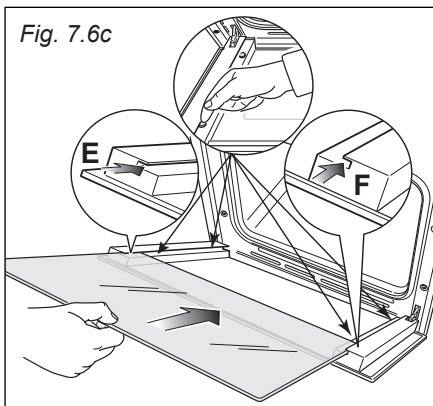

Fig. 7.6c
- Insérez la vitre dans les rails de guidage "E", et "F", (fig. 7.6c) et faites-la glisser en douceur jusqu'aux butées "H" (fig. 7.6d).